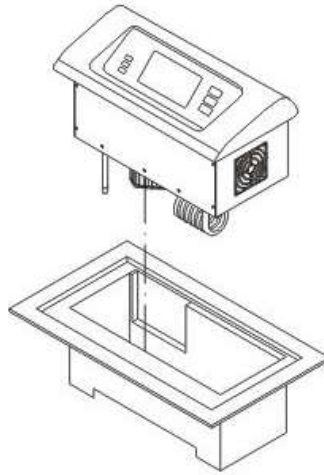

Figura 210 – Tanque desinfecção
7. Em seguida, mergulhe a parte traseira do módulo no tanque, conforme indicado na figura 210, deixando-o nessa condição por 10 minutos.